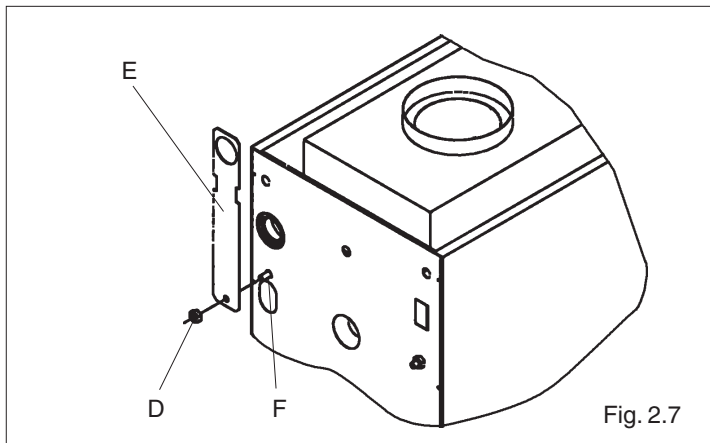

Fig. 2.7
- togliere il dado (D) dal tirante posteriore superiore (fig. 2.7)
- inserire il secondo golfare di sollevamento (E) nel tirante (F) in modo diagonale al golfare precedentemente montato (fig. 2.7)
- rifissare il dado (D) tolto precedentemente (fig. 2.7)